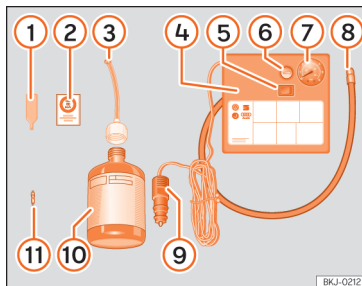

Abb. 247 Prinzipdarstellung: Bestandteile des Pannensets
Das Pannenset befindet sich im Gepäckraum unter dem Bodenbelag. Es besteht aus folgenden Bestandteilen »» (Abb. 247):
- Ventilkappe und Ventileinsatz vom Reifenventil abschrauben. Verwenden Sie den Ventileinsatzdreher »» (Abb. 247) ① zum Heraus-schrauben des Ventileinsatzes. Legen Sie den Ventileinsatz auf einem sauberen Untergrund ab.
- Reifenfüllflasche kräftig schütteln »» (Abb. 247) ⑩.
- Einfüllschlauch »» (Abb. 247) ③ auf die Reifenfüllflasche schrauben. Die Folie am Verschluss wird automatisch durchstoßen.
- Verschlussstopfen vom Einfüllschlauch »» (Abb. 247) ③ entfernen und das offene Schlauchende auf das Reifenventil schrauben.
- Ventileinsatz mit dem Ventileinsatzdreher »» (Abb. 247) ① wieder in das Reifenventil schrauben.
- Reifenfüllschlauch »» (Abb. 247) ⑧ des Luftkompressors fest auf das Reifenventil schrauben.
- Prüfen, ob die Luftablassschraube »» (Abb. 247) ⑥ zuge dreht ist.
- Kabelstecker »» (Abb. 247) ⑨ in eine 12-Volt-Steckdose des Fahrzeugs stecken »» S. 258.
- Luftkompressor mit dem EIN-/AUS-Schalter »» (Abb. 247) ⑤ einschalten.
- Kleben Sie den Aufkleber »» (Abb. 247) ② im Sichtfeld des Fahrers auf das Kombi-Instrument.
Schließen Sie den Reifenfüllschlauch »» (Abb. 247) ⑧ wieder an und lesen Sie den Reifenfülldruck an der Reifenfülldruckanzeige ⑦ ab.